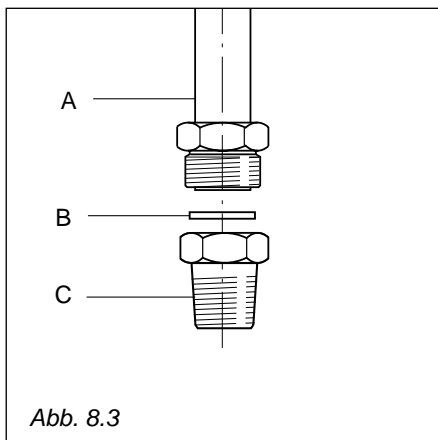

Abb. 8.3
**Der Anschluss (Abb. 8.3) besteht aus:**
Die Dichtung "B" (Abb. 8.3) gewährleistet die Dichtigkeit des Gasanschlusses. Diese Dichtung sollte beim leichtesten Anzeichen von Verformung oder Mängeln ausgetauscht werden.